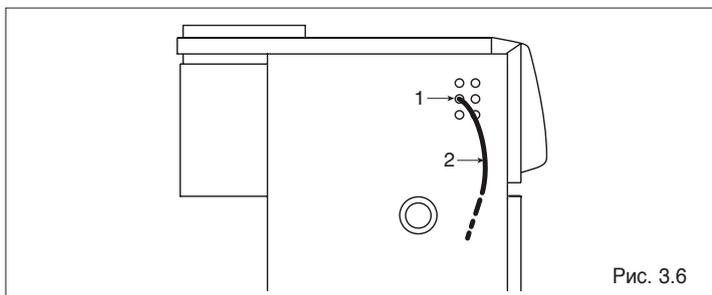

Рис. 3.6
- Присоедините провод (2), проходящий через кабельные сальники (1), расположенные на боковых панелях, к линии электропитания (Рис. 3.6).